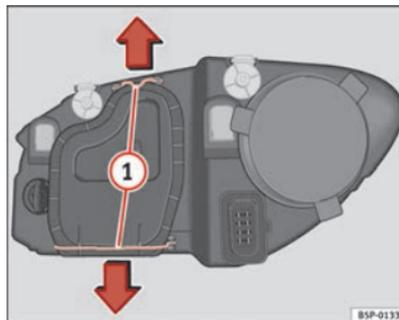

Fig. 184 Médios
- Desloque os tirantes ⇒ Fig. 184 **1** no sentido da seta e puxe a tampa. ▶